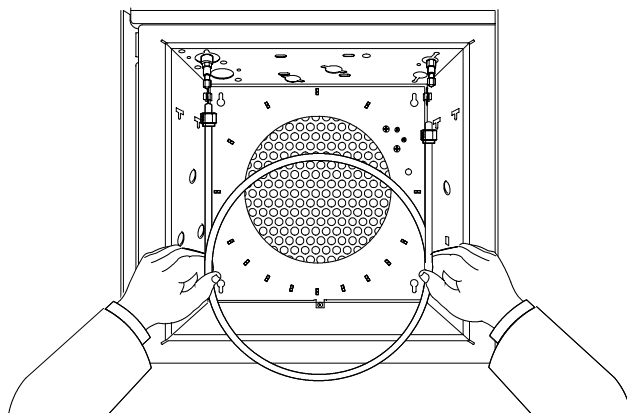

图 61 安装色谱柱
- 3 把色谱柱插到进样口底部。把色谱柱插入检测器接头但不要强行插入。可能需要以与柱箱底面合适的角度，先将色谱柱的长头端插入进样口（图 61）。